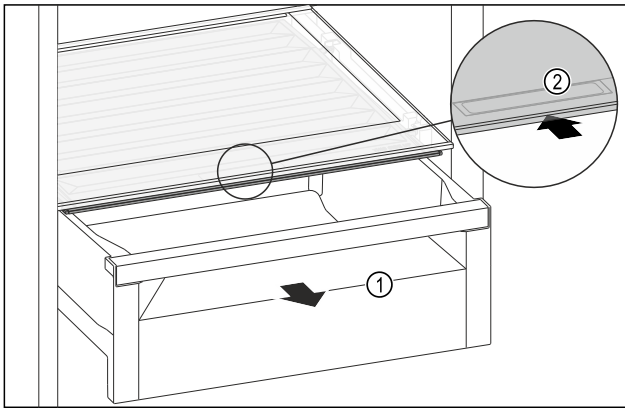

Fig. 151
- Retirer le tiroir Fig. 151 (1).
- Saisir la poignée encastée Fig. 151 (2) du couvercle du compartiment et pousser le couvercle du compartiment vers l'arrière.